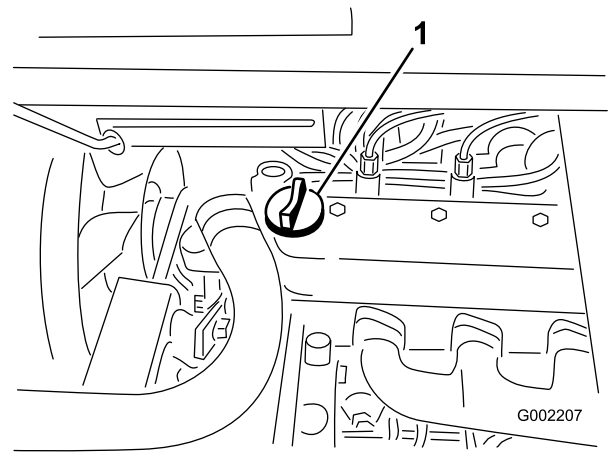

Figura 17
3. Se l'olio è insufficiente, togliete il tappo di rifornimento dal coprivalvola (Figura 17) e versate l'olio nel foro finché non raggiunge il segno di pieno (Full) sull'asta; il tipo di olio e la viscosità adatti sono riportati nella sezione Manutenzione dell'olio motore, . Versate l'olio lentamente, controllando spesso il livello durante questa operazione. Non riempite troppo.